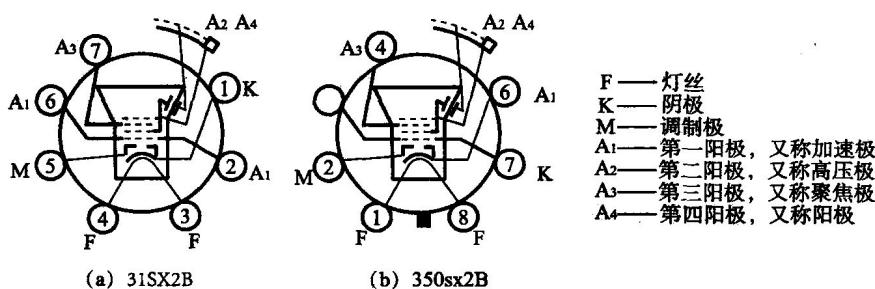

图 1.2 黑白显像管常见管脚连线图
黑白显像管管脚数分为七管脚和八管脚两种，它们的主要区别是：七管脚的灯丝一般是③，④两脚，八管脚的灯丝一般是①，⑧两脚。常见管脚连线名称如图 1.2 所示。